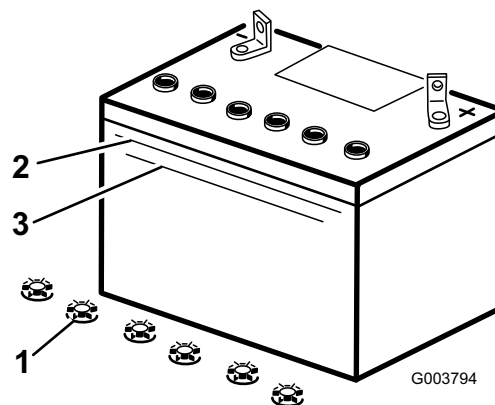

Figura 28
3. Mire hacia el lateral de la batería. El electrolito debe llegar a la línea superior (Figura 28). No
permita que el electrolito esté por debajo de la línea inferior (Figura 28).
3. Retire los tapones de llenado de la batería (Figura 28).
4. Vierta lentamente agua destilada en cada célula de la batería hasta que el nivel de electrolito llegue a la línea superior (Figura 28) de la caja de la batería.
5. Espere de cinco a diez minutos después de llenar las células de la batería. Añada agua destilada, si es necesario, hasta que el nivel de electrolito llegue a la línea superior (Figura 28) de la caja de la batería.